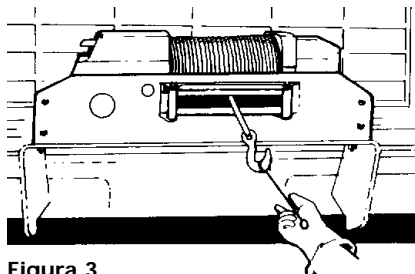

Figura 3
- MANTÉNGASE ALEJADO DEL CABLE DE ALAMBRE Y DEL GANCHO CUANDO ESTÉ OPERANDO EL CABRESTANTE. NUNCA atraviese el gancho con los dedos cuando enrolle o desenrolle los últimos centímetros de línea. Si sus dedos quedan atrapados en el gancho, podría perderlos. Use la BARRA PROTECTORA PARA MANOS (Figura 3) para guiar el gancho los últimos centímetros. Nunca guíe el cable de alambre con las manos hacia adentro o hacia afuera del tambor.
- El cable de alambre de su cabrestante Husky 10 tiene una «tira de seguridad» roja de unos 3 metros (10') en cada extremo. La «tira de seguridad» del extremo del cable de alambre que se sujeta al tambor le advierte que el cable está casi completamente afuera. NO use el cabrestante en estos últimos 3 metros de cable, porque el cable y su sujeción NO resistirán una carga pesada. La «tira de seguridad» del extremo del gancho del cable le advierte que el cable está casi totalmente arrollado. SIEMPRE USE LA BARRA PROTECTORA PARA MANOS al manipular el gancho (Figura 3). La pintura roja se desgastará con el uso normal. Cuando esto suceda, usted deberá renovar la pintura roja ya que es una característica de seguridad del cabrestante.